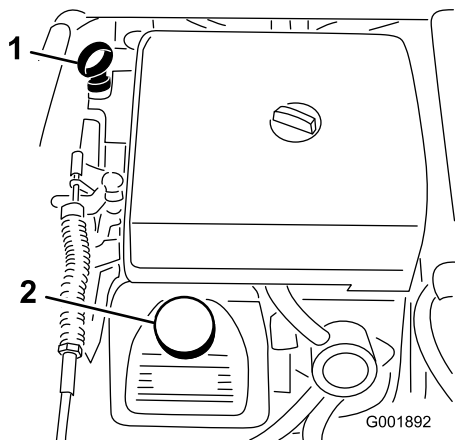

図 21
2. ディップスティックを抜き、ウェスで一度きれいに拭く(図 21)。ディップスティックを、チューブの根元までもう一度しっかりと差し込む。ディップスティックを引き抜いて油量を点検する。
3. 油量が少なければ、バルブ・カバーの上についている補給口(図 21)を開け、ディップスティックの Full マークまでオイルを補給する；オイルの種類や粘度の選択については「エンジンの保守」の章の「エンジン・オイルについて」を参照。補給するときは、ディップスティックで確認しながら少量ずつ入れる。入れすぎないように注意してください。